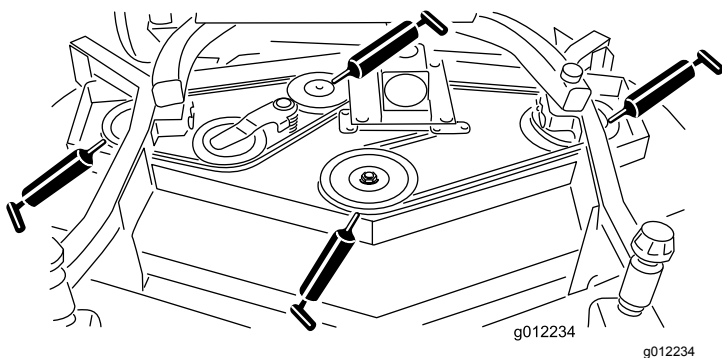

図 21
- スピンドルのシャフトのベアリング3ヶ所プーリの下(図 21)
- アイドラームのシャフトのベアリング(図 21)